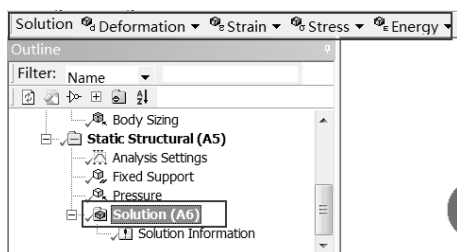

图 14-25 Solution 工具栏
Step1：选择 Mechanical 界面左侧 Outline（分析树）中的 Solution（A6）选项，此时会出现如图 14-25 所示的 Solution 工具栏。